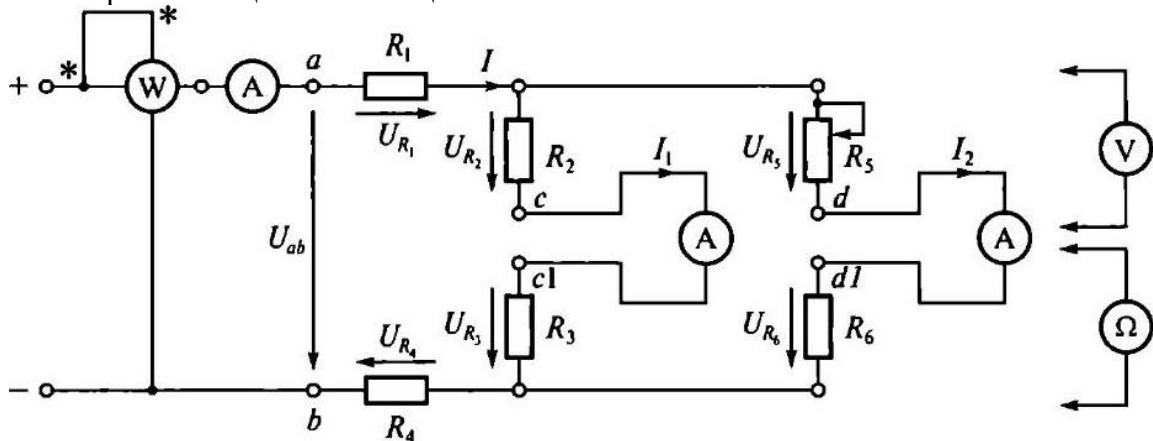

Рис. 3.1. Схема ЭЦ для проверки 1-го правила Кирхгофа
2. Записать в протоколе испытаний применительно к ЭЦ, показанной на рис. 3.1, выражения ш-ш закона Ома, 1-го и 2-го правил Кирхгофа, баланса мощностей.
3. В табл. 3.4 даны значения сопротивлений ЭЦ, приведенной на рис. 3.1. Напряжение питания Uab задается преподавателем.